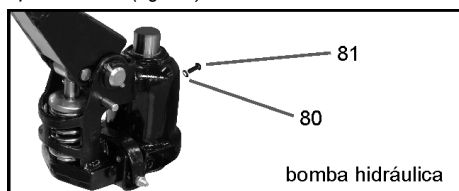

Fig. 10 – Completar o substituir el aceite
- Para el correcto funcionamiento del equipo, utilice en la bomba solamente aceite hidráulico viscosidad ISO VG 32 (aproximadamente 250 ml). Verificar periódicamente el nivel de aceite de la bomba y en caso de necesidad completar el volumen. También recomendamos substituir totalmente el aceite de la bomba a cada 12 meses y en caso de necesidad substituir también los sellos y piezas de desgaste. Para completar o substituir el aceite, remover el perno “81” y o-ring “80”, completar el volumen de aceite y recolocar el o-ring “80” y el perno “81” (fig. 10).